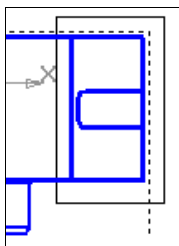

Рис. 20.12. Замкнутый контур для создания местного разреза
- ◆ на этом виде стилем **Тонкая** создайте замкнутый контур, как на рис. 20.12;